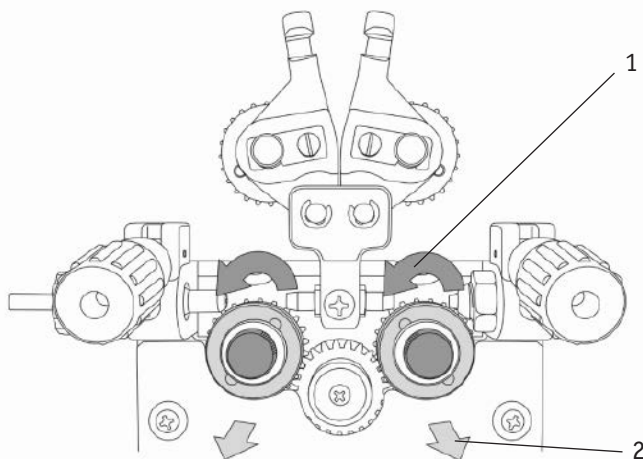

Рис. 16.0.2. Порядок смены подающего ролика
2. Установите необходимую канавку в зависимости от диаметра сварочной проволоки, открутите винты крепления роликов, замените или переверните подающий ролик (См. рис. 16.0.2).